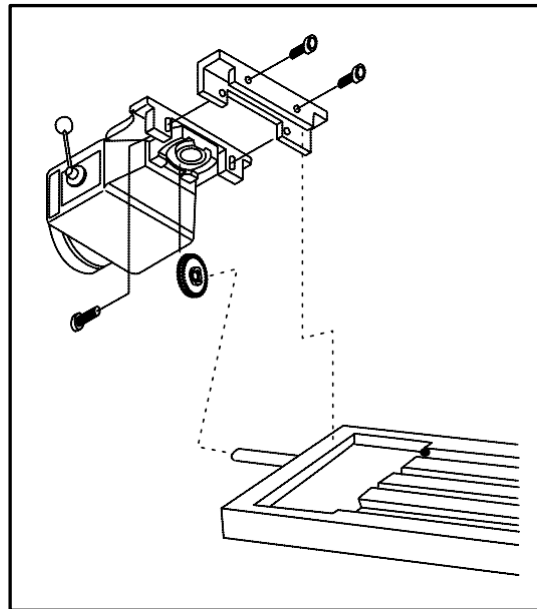

Рис. 3
2. Прикрепить зажимной кронштейн с механизмом автоматической подачи, как показано на Рис. 3.